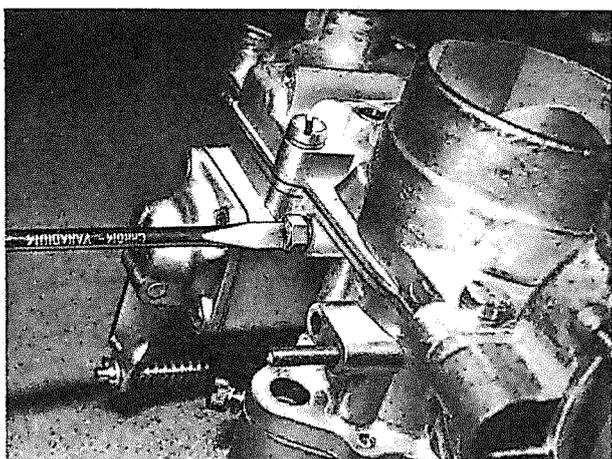

Bild 34
a) Leerlaufdüse, von außen zugänglich. **Bild 34**